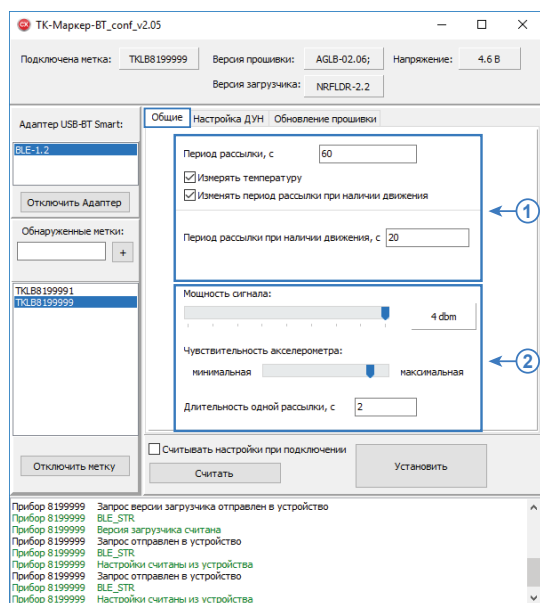

Рис.9. Общие настройки.
Параметры рассылки данных (Рис.9, п.1)
Мощность сигнала Bluetooth и чувствительность акселерометра (Рис.9, п.2)
• Длительность одной рассылки (Рис.9, п.2).